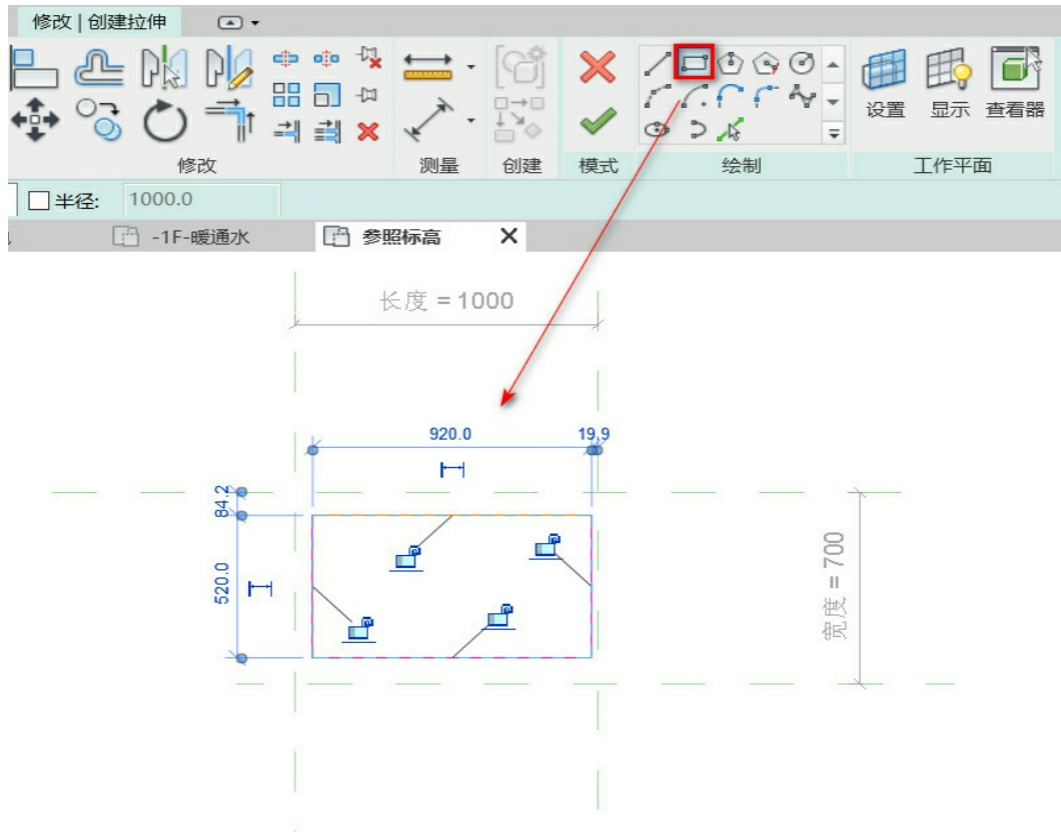

图7-54
(2) 单击功能区中的“创建”选项卡>“拉伸”，出现“修改|创建拉伸”选项卡。选择用“矩形”方式在绘图区域绘制，绘制完后按Esc键退出绘制，如图7-54所示。